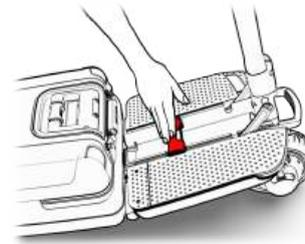

Figura 11
8. Posizionare la maniglia nella posizione designata (vedere la Figura 11).